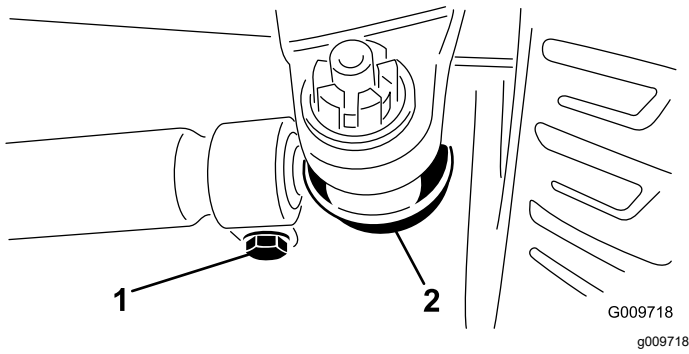

Bild 61
2. Entfernen Sie den Splint und die Mutter von einem der Spurstangen-Kugelgelenke (Bild 61). Entfernen Sie das Spurstangen-Kugelgelenk vom Achsständer.
3. Lockern Sie die Klemmen an beiden Enden der Spurstangen (Bild 61).